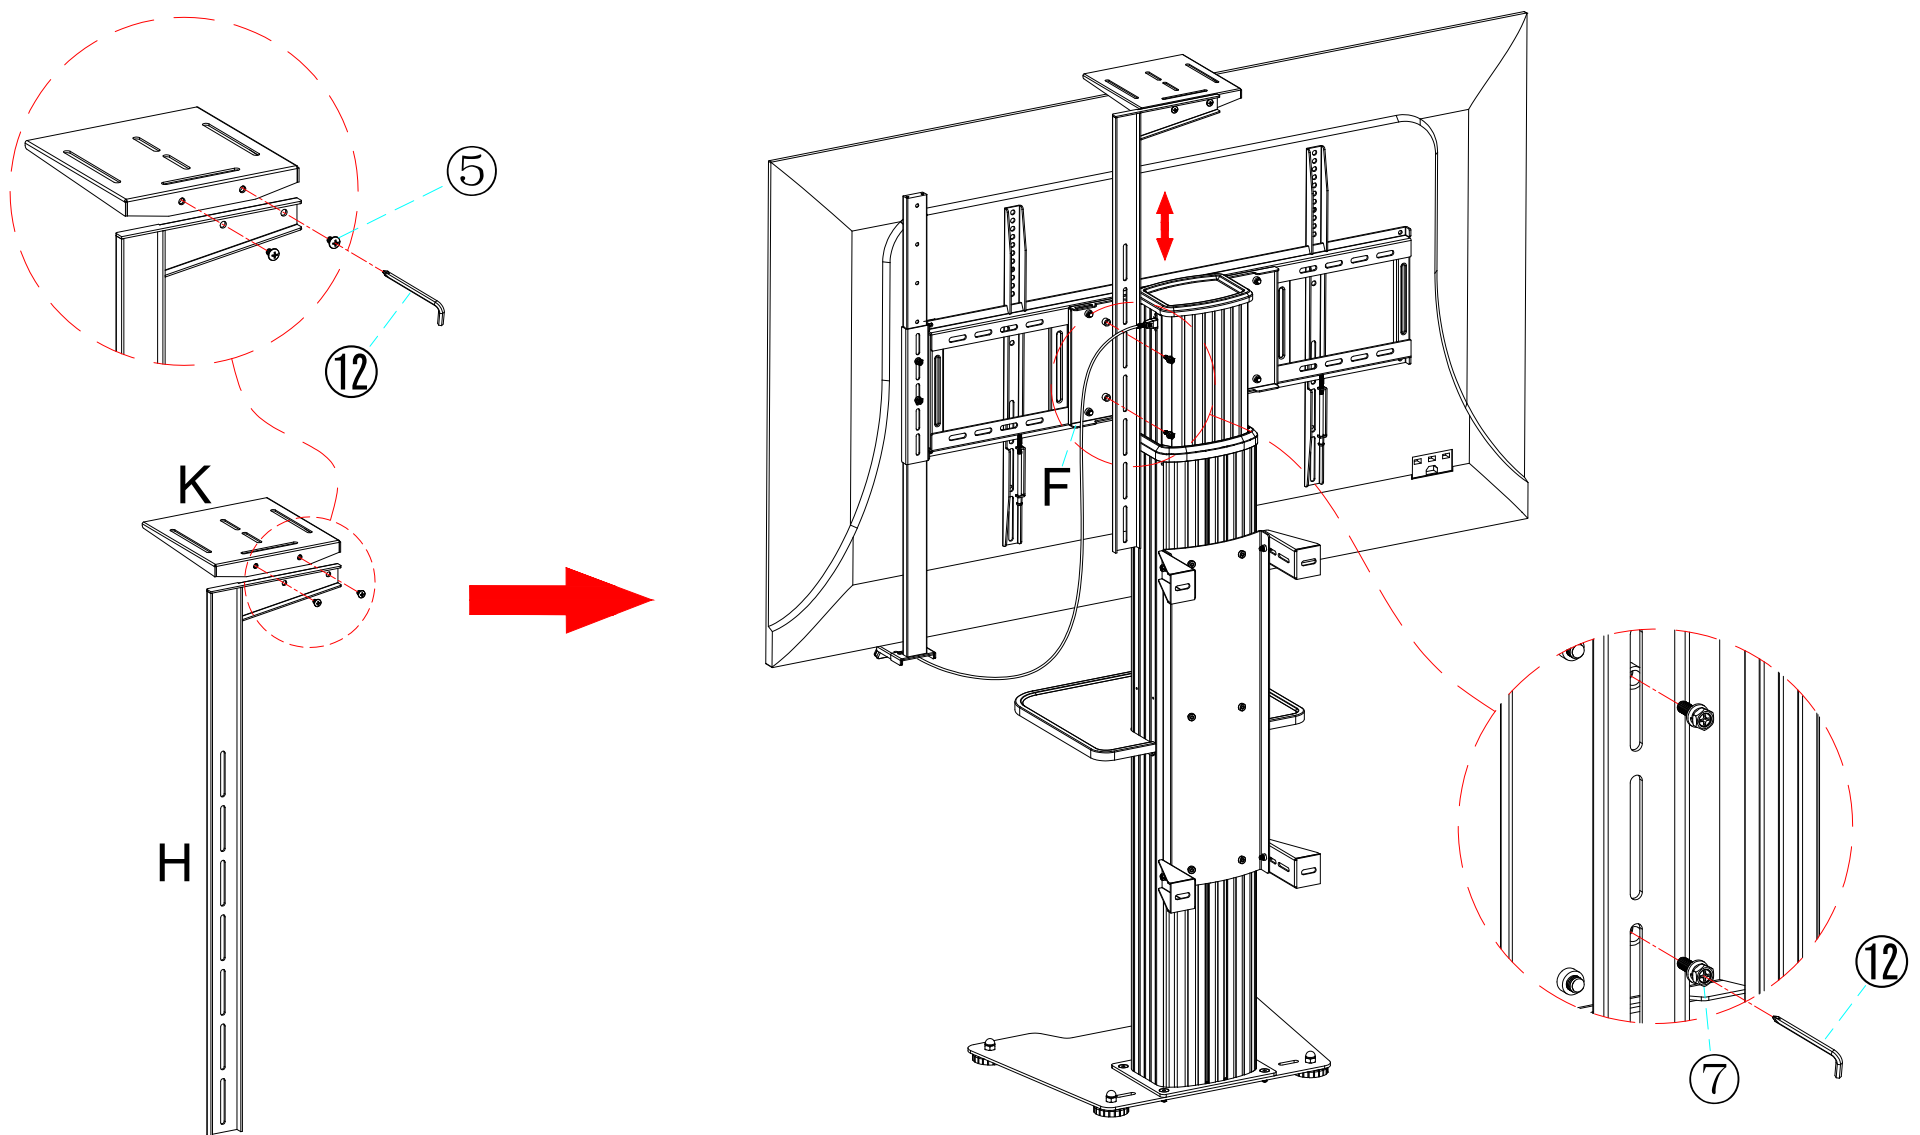

Figure 11
Étape 11 : La plaque de fixation de la caméra (K) et la barre support caméra (H) sont assemblées à l'aide de deux vis. (⑤) , puis la barre support caméra pré-assemblée (H) et la plaque (F) à verrouillées avec 2 vis (⑦) sur le support VESA (Figure 11).